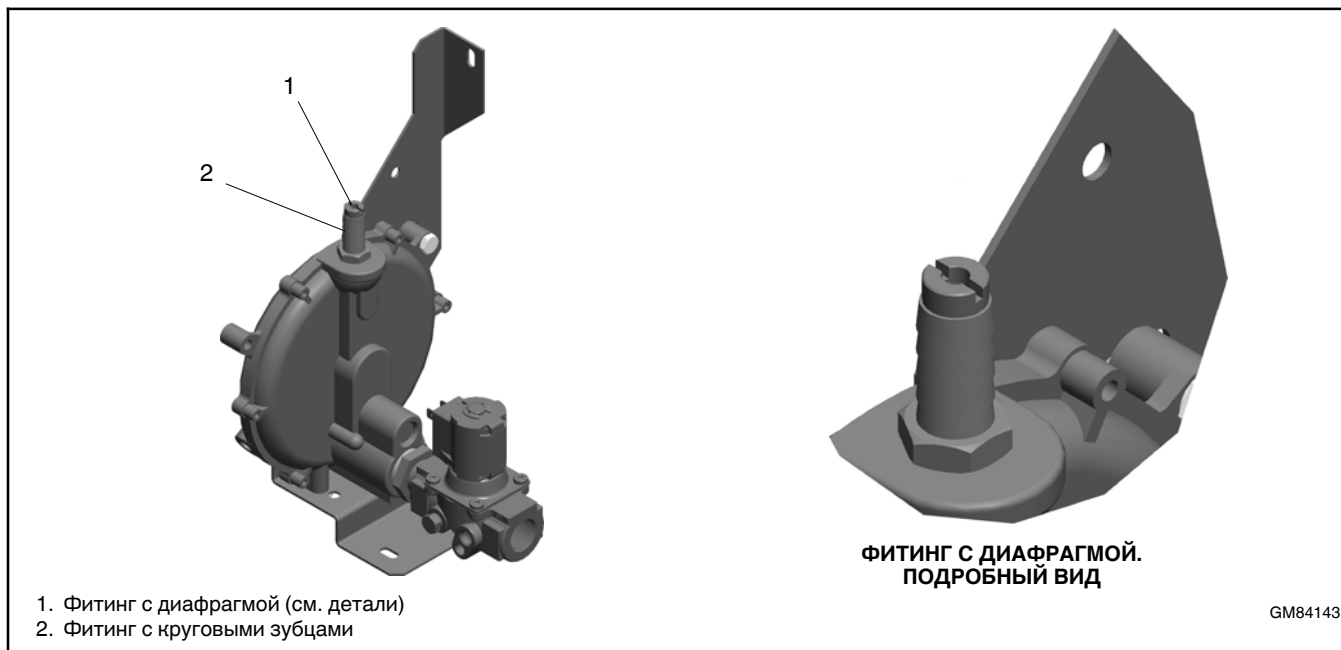

Рис. 1-12 Топливная система 14RESA/RESAL , оборудованная фитингами с диафрагмами (генераторы, произведенные после 26 июня 2014 г.)
6. Для извлечения фитинга с диафрагмой для ПГ воспользуйтесь плоской отверткой. См. Рис. 1-12.